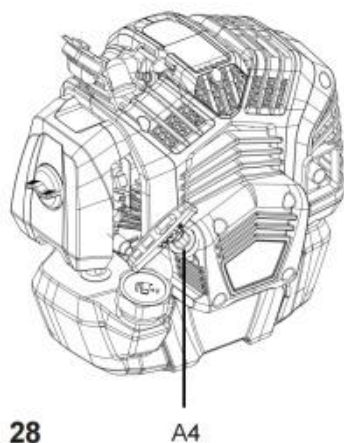

Fig. 28
2. Håll produkten stabilt och dra försiktigt i starthandtaget tills Om du känner motstånd, dra sedan snabbt. Gör det igen tills motorn startar (bild 28).